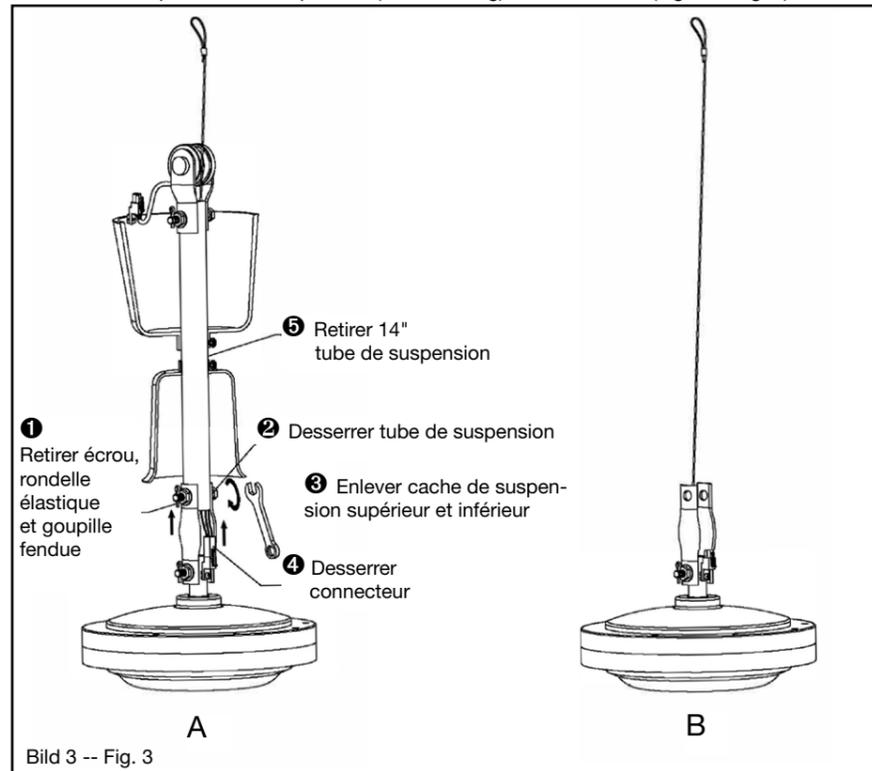
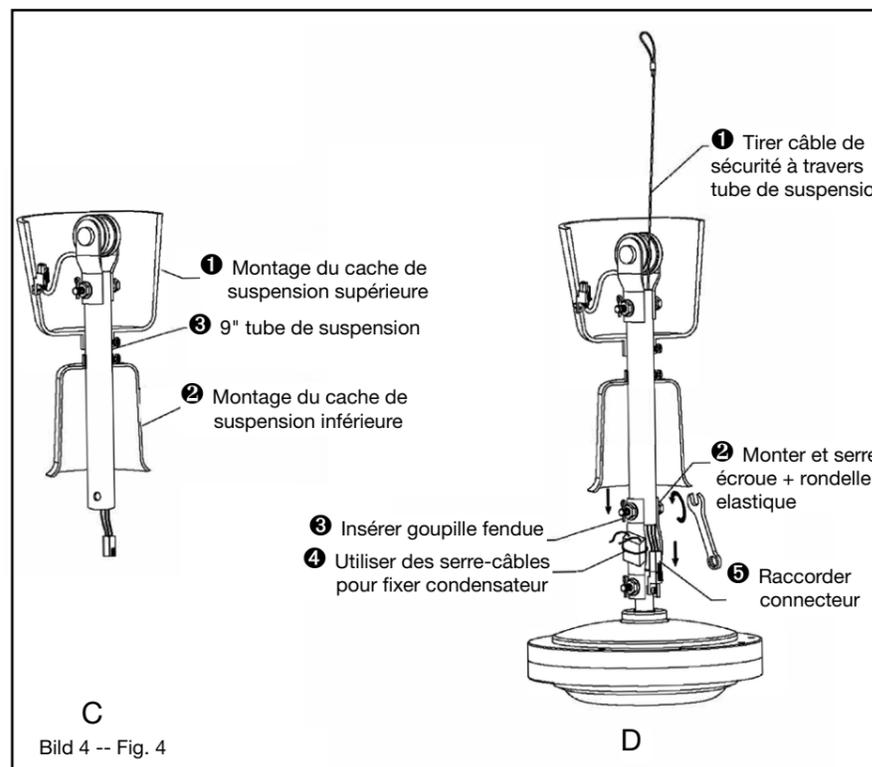

Bild 3 -- Fig. 3
Bild 4 -- Fig. 4
- Optional: Umbau auf kurzes Pendelrohr 9". (Bild 3 und Bild 4)
- Determine which downrod (short or long) is to be used. (Fig. 3 and Fig. 4)
- Déterminer quel tube de suspension (court ou long) doit être utilisé. (Fig. 3 et Fig. 4)